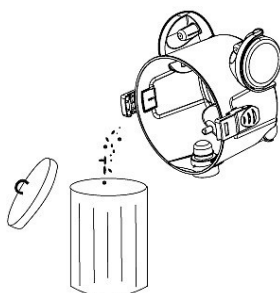

Fig. 14: Vaciado de la bolsa del filtro
Paso 2: Vacíe el contenido del depósito de residuos de forma adecuada (fig. 14).